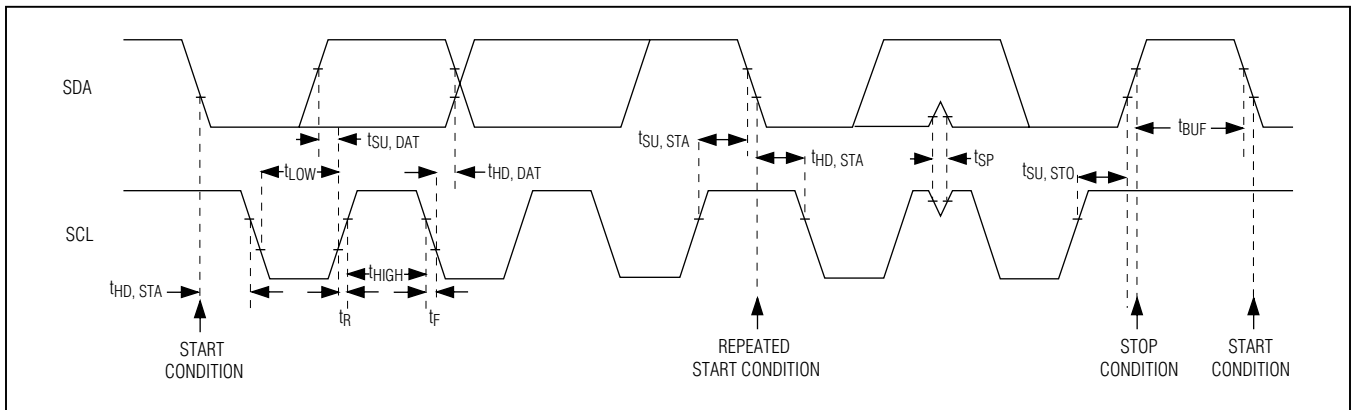

图3. 2线接口时序图
器件采用I²C /SMBus™兼容的2线串行接口，包括一根串行数据线(SDA)和串行时钟线(SCL)。SDA和SCL的时钟速率可高达400kHz，方便器件和主控制器之间的通信。图3所示为2线接口的时序图。主控制器在总线上产生SCL并发起数据传输。主控制器发送相应的从地址、随后跟寄存器地址、紧接着发送数据字，以向器件写入数据。每个传输序列都以START (S)或Repeated START (Sr)条件和STOP (P)条件构成帧。发送至器件的每个字长为8位，其后是应答时钟脉冲。主机从IC读取数据时，发送相应的从地址，随后紧接着9个SCL脉冲。